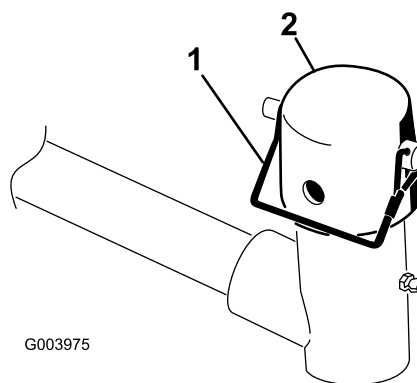

Figura 6
6. Retire o pino de encaixe e tampa da forquilha da articulação do braço de elevação (Figura 6).
10. Prenda a tampa e o veio da estrutura de suporte à forquilha do braço de elevação com o pino de encaixe (Figura 6).